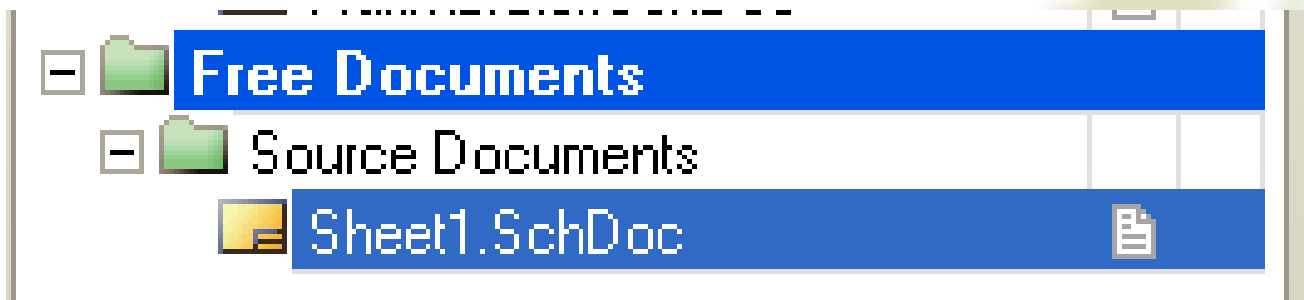

图2-6 自由文件夹下的原理图
- ❖ 如果设计者想添加到一个项目文件中的原理图图纸是作为自由文件夹被打开如图2-6，那么在Projects面板的Free Documents单元Source document文件夹下用鼠标拖拽要移动的文件sheet1.sch到目标项目文件夹下的Source document上即可。